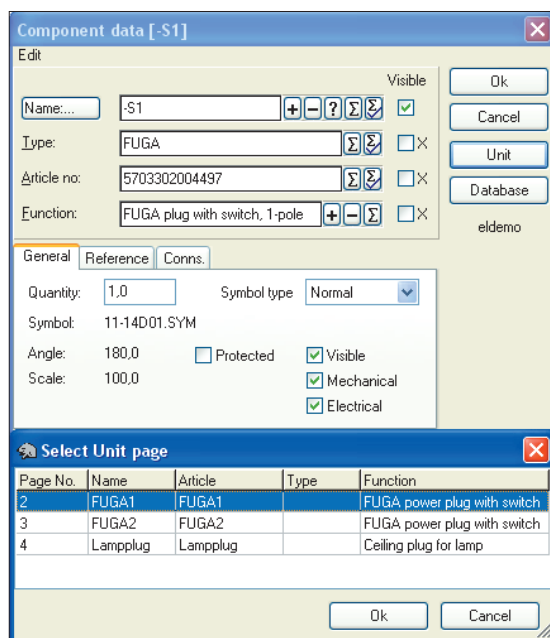

Рис. 35
- 4) Не пройдет и секунды, как появится окошко со списком страниц с чертежами (рис. 35). Нам остается только выбрать *FUGA2* и нажать **OK**.